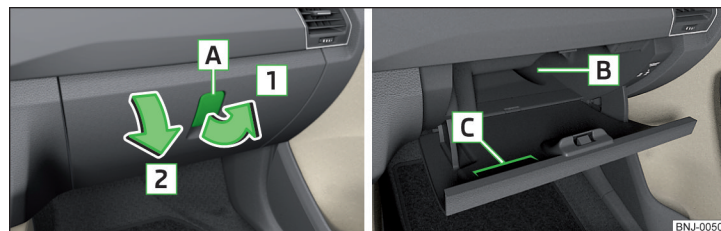

Bild 83 Öppna förvaringsfack/förvaringsfackets insida
Förvaringsfack » bild 83
- Tryck öppningsspaken **A** i pilens riktning **1** » bild 83.
➤ Vrid locket i motsatt riktning till pilen **[2]** » bild 83 tills det klickar fast.